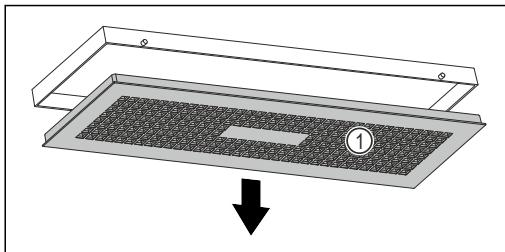

Fig. 99
- Boks za vodo počasi obrnite navzdol in pri tem držite pokrov Fig. 99 (1).
- Odstranite pokrov Fig. 99 (1).